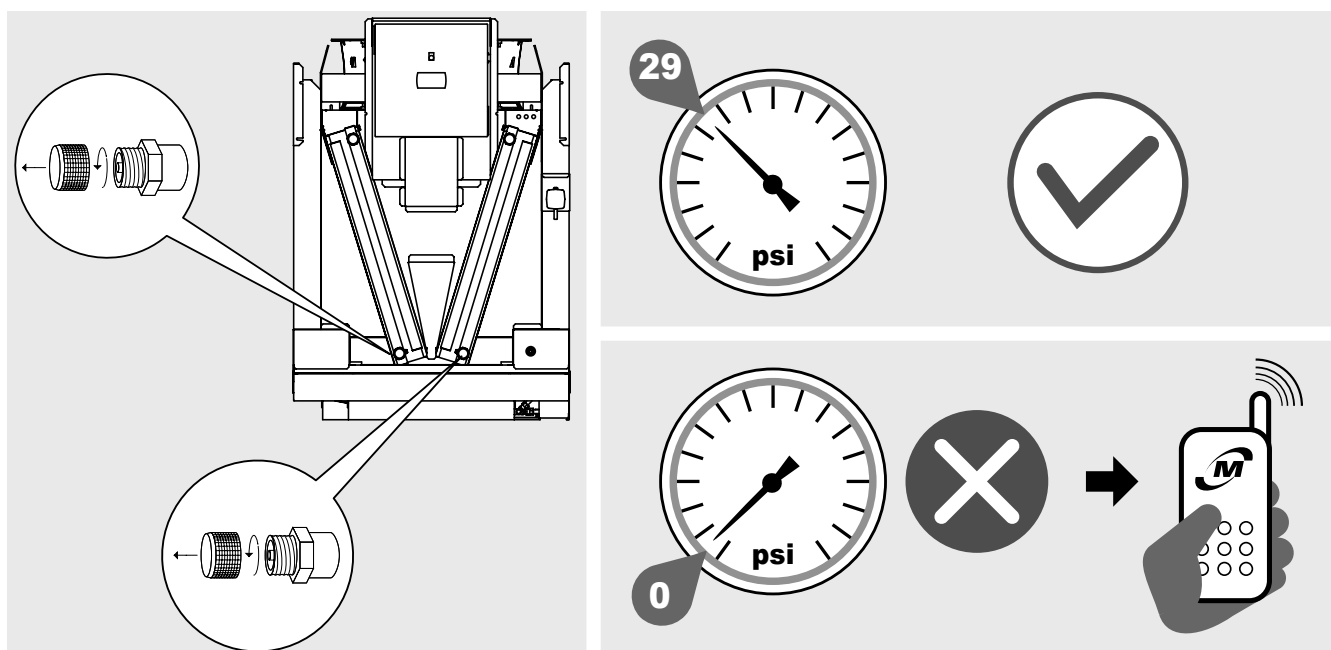

Figura 4
- 4.2 Los intercambiadores de los condensadores (AVK) y de las enfriadoras de gas (AVS) se suministran con una precarga de aire seco de 29 psi (2 bar) y disponen de conexiones de carga de 1/4" SAE. Controlar la presencia de presión, en ausencia de presión comunicarse inmediatamente con Modine e indicar el problema en el documento de transporte. La falta de presión indica una pérdida causada por un daño sufrido durante el transporte. Véase la Figura 4.